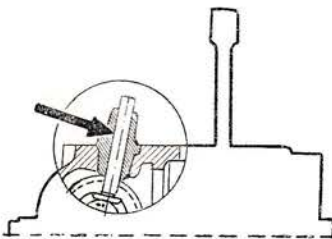

Рис. 11
15. Торцевым ключом 14 мм отвернуть гайку держателя направляющих втулок толкателей. Вынуть толкатели вместе со втулками (рис. 11).